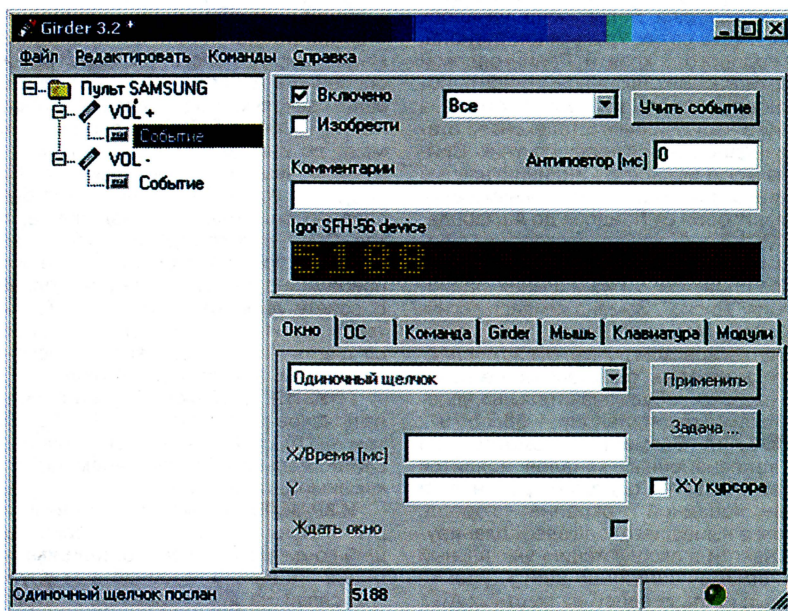

Рис. 2
4. Запускаем Girder. После заставок, предупреждений об авторских правах и приветствий на экране появится окно, показанное на рис. 2, но с надписями на английском языке.